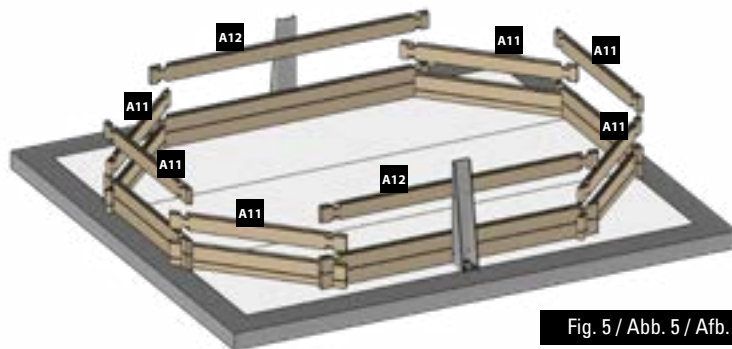

Fig. 5 / Abb. 5 / Afb. 5
3rd LAYER OF BOARDS: Install the third layer of boards as shown in figure 5. The position of the refilling fitting with the key and the skimmer should be defined at the start of the assembly (read the specific paragraphs).
3ÈME RANGÉE MADRIERS : Positionnez les madriers de la 3ème rangée conformément à la figure 5. Vous devez avoir déterminé l’emplacement de la buse de refoulement et du skimmer dès le début du montage (voir paragraphes spécifiques).
3. BRETTERRIHE: Platzieren Sie die Bretter der dritten Reihe laut Abb. 5. Zu Beginn der Montage müssen Sie die Lage des Druckventils und des Skimmers festlegen (lesen Sie hierzu die entsprechenden Abschnitte).
3ª RIJ PLANKEN: Plaats de planken van de derde rij zoals te zien is op afbeelding 5. U moet al bij aanvang van de montage bepalen op welke plaats het uitstroombondstuk en de skimmer moet komen (less de betreffende paragrafen).